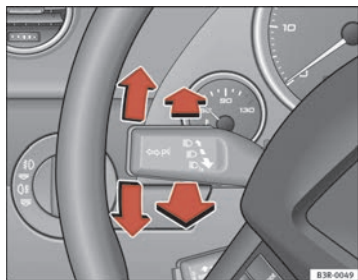

Fig. 93 Palanca de los intermitentes y de la luz de carretera
- Desplace la palanca hacia arriba hasta el tope $\Rightarrow$ fig. 93 para poner el intermitente de la derecha o bien hacia abajo, para el de la izquierda.